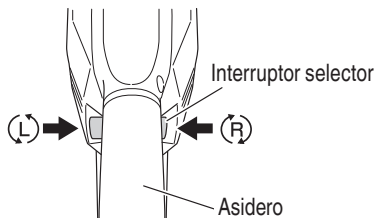

Fig. 13
4. Examinar la dirección de rotación. La broca rota hacia la derecha (mirándola desde atrás) al oprimir el lado R (der.) de inversión. El lado L (izq.) se usa para hacer girar la broca a la izquierda (Vea las Fig. 13). (Las marcas (L) y (R) están en el cuerpo del taladro.)